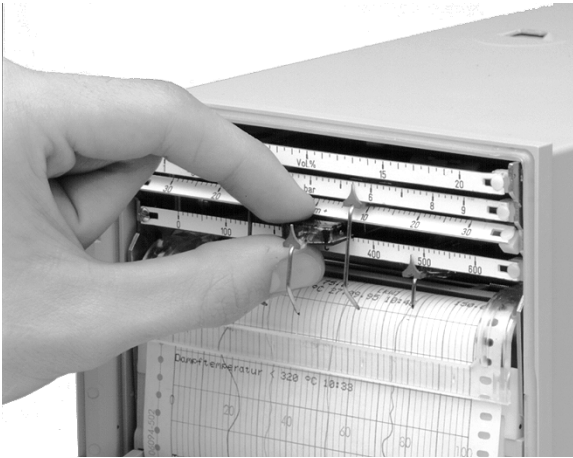

Bild 8 Faserschreibeeinsatz / Druckeeinsatz einsetzen
2. Faserschreibeeinsatz / Druckeeinsatz gemäß Bild 8 einsetzen.